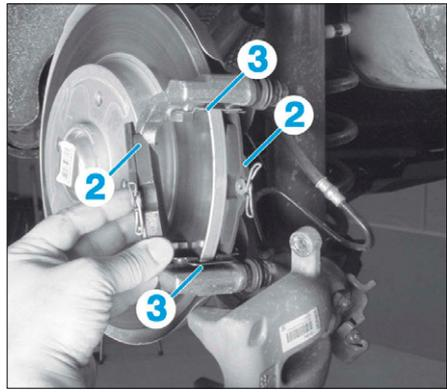

FIG. 13
- les plaquettes 2) (Fig.13),
- les ressorts (3).